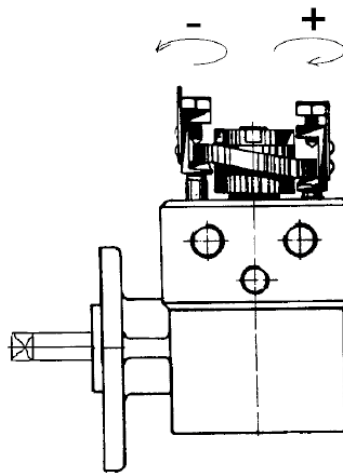

Figure 10
- Tourner la vis dans le sens antihoraire pour diminuer le débit d'huile (voir Figure 10) (cette opération doit être effectuée sur tous les pistons de la pompe de lubrification);